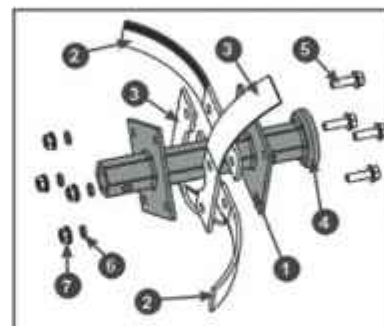

Рис. 6 Установка ножей
2.2 Установите ножи на внутренний (со стороны редуктора) фланец основной (длинной) секции оси (Рис. 6).
На основной секции оси фрез имеется защитная чашка 4, предназначенная для защиты сальника выходного вала редуктора (Рис. 6). Основные секции фрез устанавливаются на выходной вал редуктора так, чтобы защитная чашка 4 была обращена в сторону редуктора. Учитывайте это при сборке фрез.
Со стороны редуктора (защитной чашки 4) вставьте в отверстия во внутреннем фланце 1 оси болты 5, далее в соответствии с рисунком 6 на внутренний фланец с внешней его стороны установите правые ножи 2 (имеющие изгиб в сторону от редуктора), затем, как показано на Рис. 6 установите левые ножи 3 (имеющие изгиб к редуктору). После этого установите пружинные шайбы 6 и закрутите гайки 7 (Рис. 6). Затяните все резьбовые соединения.